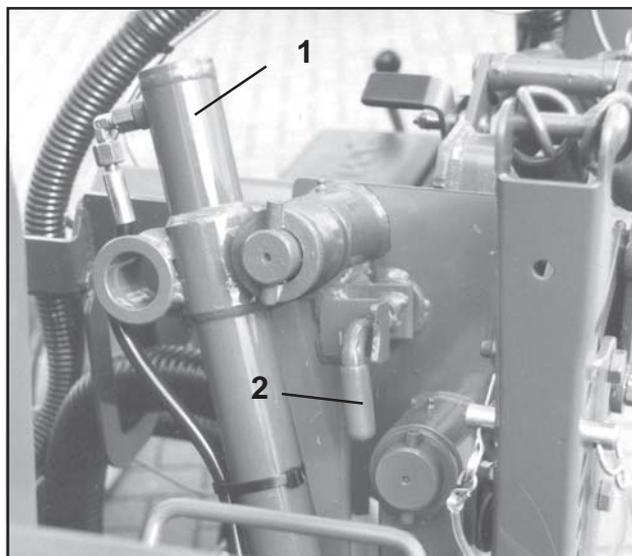

Fig. 6.3
- Relevez les éléments semeurs placés aux extrémités en position de transport à l'aide du vérin hydraulique (6.3/1) et bloquez les en position en brochant les axes (6.3/2). En **position verrouillée** l'axe (6.3/2) doit être positionné comme montré à la fig. 6.3.